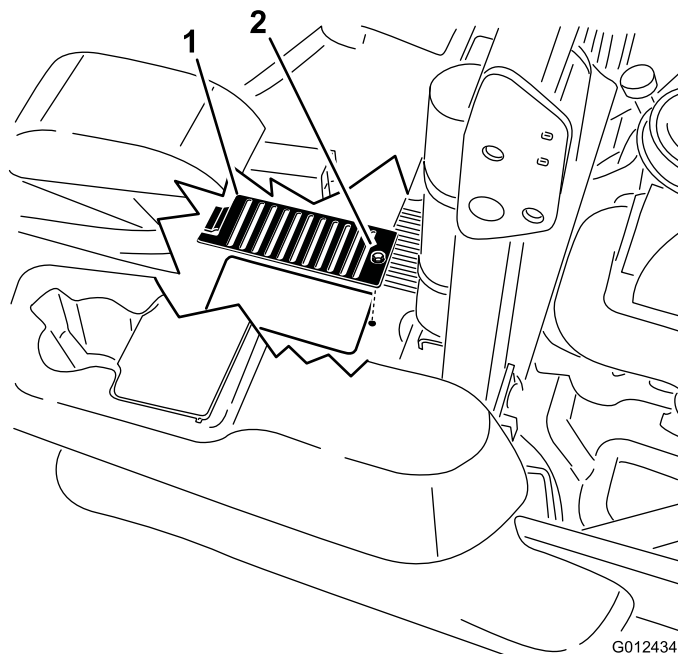

Figura 70
6. Togliete il coperchietto e il relativo bullone sopra ogni asta di livello. Pulite l'area attorno a ogni asta di livello e all'unità idraulica (Figura 70).